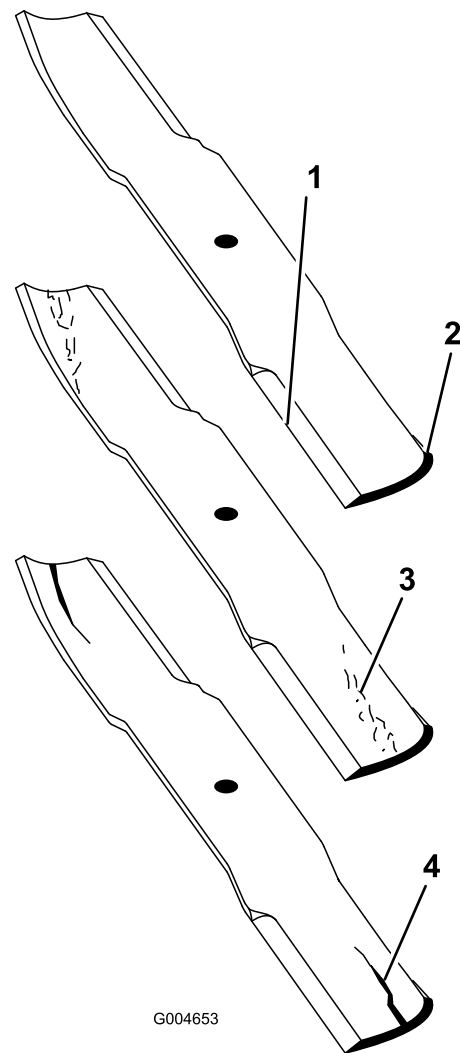

Bild 104
2. Prüfen Sie die Schnittkanten des Messers sorgfältig, insbesondere dort, wo die geraden Flächen die gebogenen berühren (Bild 104).
Hinweis: Da Sand und anderes reibendes Material das Metall abschleifen kann, das die flachen mit den gebogenen Teilen verbindet, müssen Sie das Messer vor jedem Einsatz des Rasenmähers prüfen. Wenn Sie Abnutzungen (Bild 104) feststellen, sollten Sie das Messer auswechseln.